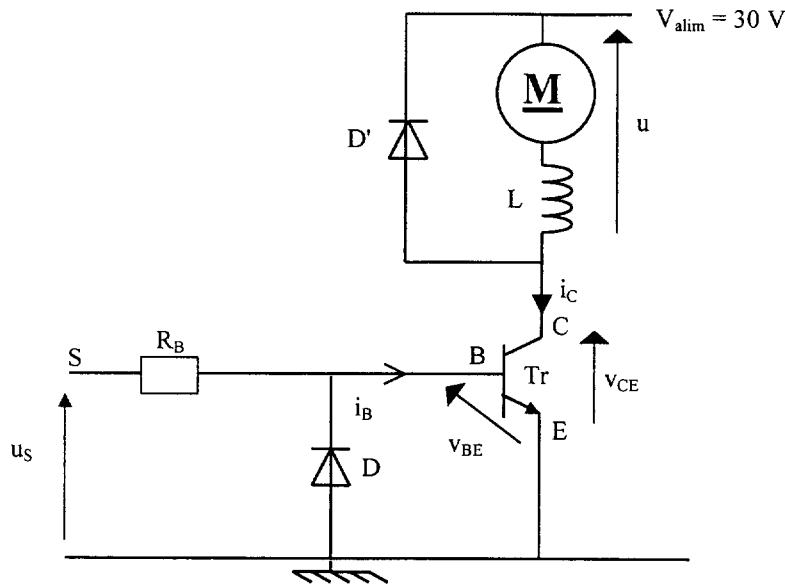

Figure 6
- Dans le sous-ensemble (transistor de puissance) étudié au paragraphe B de la partie II, on remplace la résistance R_C (voir figure 5) par un moteur, une inductance de lissage et une diode suivant le schéma représenté figure 6.